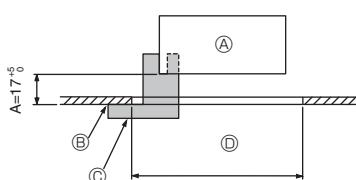

Fig. 9-2
①	Rooster	1	950 x 950 (mm)
②	Meetplaatje voor installatie	1	(In 4 delen verdeeld)
③	Draadloze afstandsbediening	1	voor PLP-6EALM
④	Houder voor afstandsbe- diening	1	Meegeleverd indien uitgerust met de draadloze afstands- bediening.
⑤	LR6 AA-batterijen	2	Meegeleverd indien uitgerust met de draadloze afstands- bediening.
⑥	3,5 x 16 mm zelftappende schroeven	2	Meegeleverd indien uitgerust met de draadloze afstands- bediening.
9.2. Voorbereidingen om het rooster vast te maken (Fig. 9-2)
- Met het in deze set meegeleverde meetapparaat ② regelt en controleert u de relatieve positie van het hoofdapparaat ten opzichte van het plafondoppervlak. Als het hoofdapparaat niet goed is geïnstalleerd ten opzichte van het plafondoppervlak, kan er luchtelekage of condensatie ontstaan.